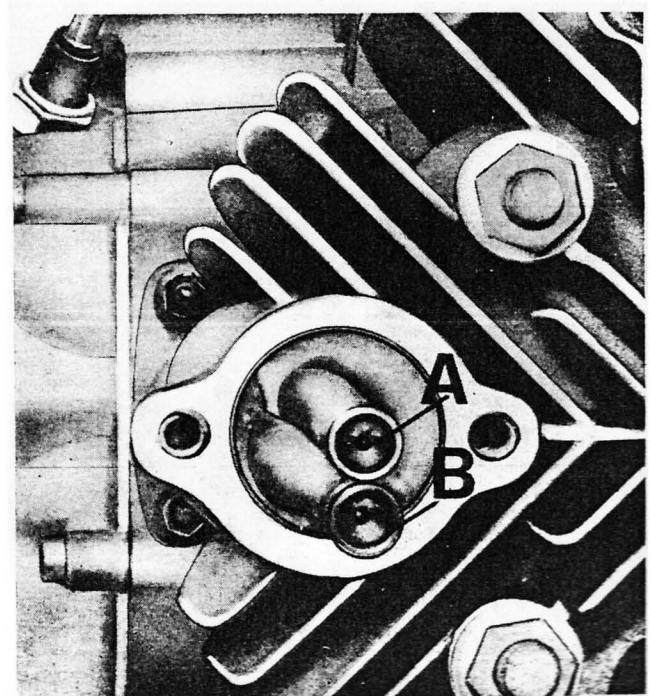

Fig. 32
**NB.** - Tener presente che l'astina interna (A) « aspirazione » deve trovarsi in alto; mentre la astina (B) « scarico » deve trovarsi in basso (vedere fig. 32).